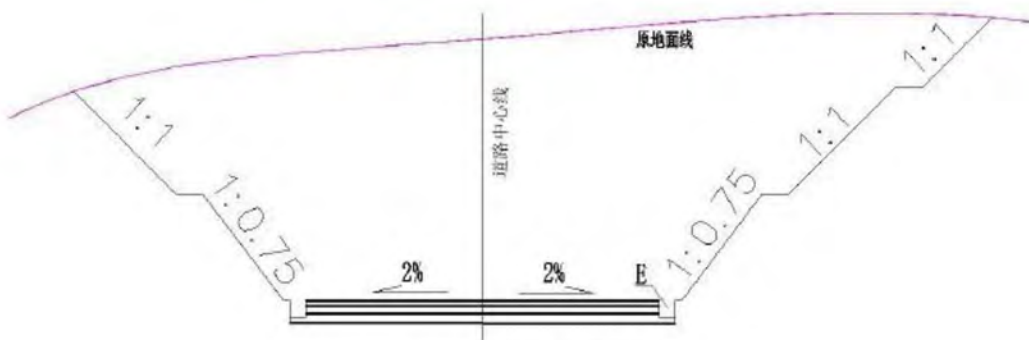
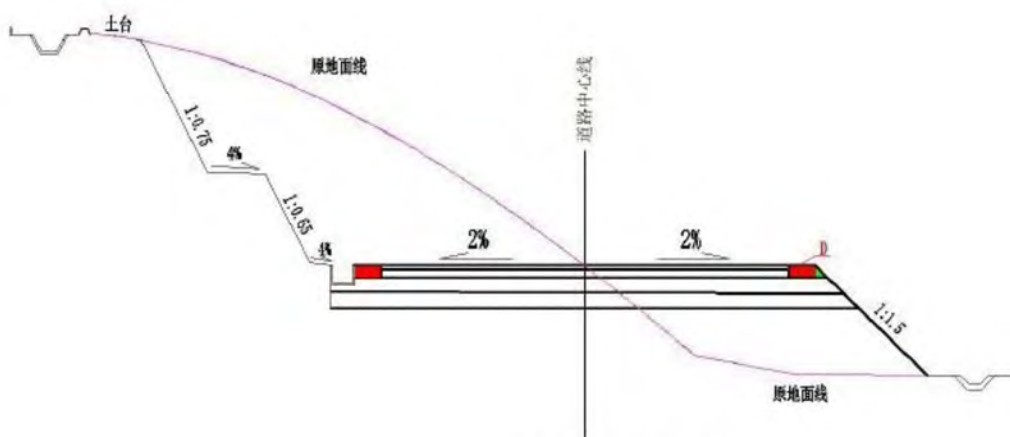
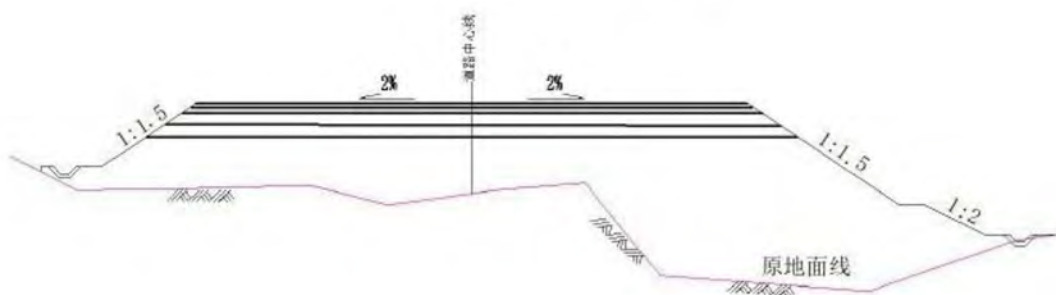

图2 A断面形式
图3 B断面形式
图4 C断面形式
因基坑面积较大，需要在混凝土支撑交汇处（围护结构以外）设置钢格构柱，基坑支撑位置及格构柱布置如图 1 所示。混凝土支撑立柱（钢格构柱）及节点如图 2 所示。
- 1、本工程图2中A的名称是什么?为什么要得到混凝土浇筑前才设置A?
- 4、以图2支撑立柱图作为基准,计算单根钢格构柱需用角钢多少m。
- 5、以图2支撑立柱图作为基准,计算本工程需要B多少kg(B的密实度为 $7.8 \times 10^3$ 千克/米3)
1、本工程图 2 中 A 的名称是什么？为什么要得到底板混凝土浇筑前才设置 A？
4、以图 2 支撑立柱图作为基准，计算单根钢格构柱需用角钢多少 m。
项目部施工组织设计中，针对本工程路基较为复杂情况，制定了 A、B、C 三种路基断面形式（图 2、图 3、图 4），并且分别针对三种不同形式的路基施工进行了技术交底，技术交底中对开挖机械数量、人员配置、安全注意事项做了具体要求。